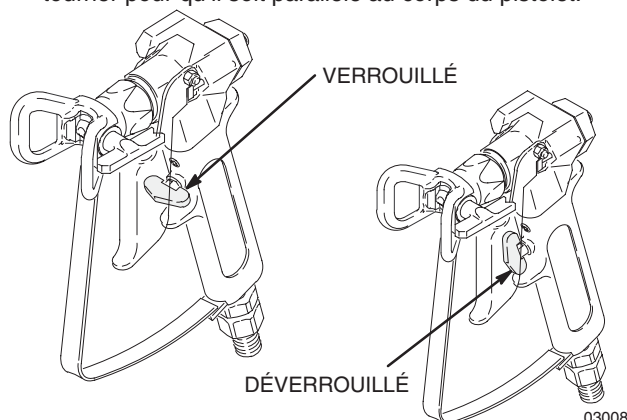

Fig. 1
1. Pour verrouiller la gâchette, mettre le verrou à angle droit par rapport au corps du pistolet. Voir Fig. 1.
3. Toujours suivre la **Procédure de décompression** de la page 5. S'assurer que le verrou de la gâchette est bien verrouillé. Voir Fig. 1.